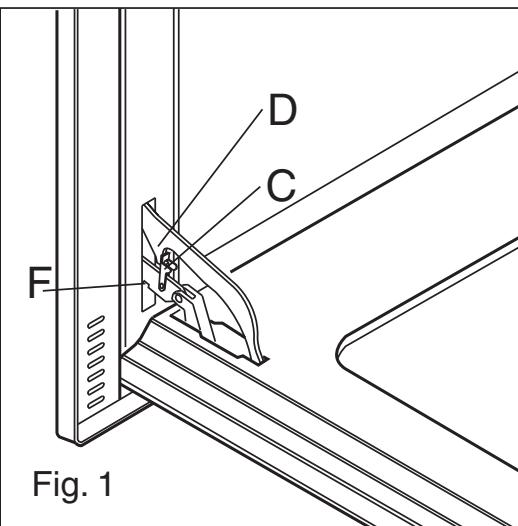

Fig. 1
Om de oven makkelijker goed schoon te maken is het handig om de deur te demonteren, waarbij u zich aan de volgende aanwijzingen moet houden. Doe de verbinding (C) (fig. 1) in het scharniergeudeel (D). Zet de deur in de halfgeopende stand en trek de deur met beide handen naar u toe totdat deze losschiet van de bevestiging. Om de deur weer te monteren moet u in de omgekeerde volgorde handelen en erop letten dat u de twee geleiders (F) er op de juiste manier in doet.
Para facilitar limpezas profundas do forno é prático desmontar a porta seguindo as seguintes instruções : insira o enganche (C) (fig. 1) na dobradiça (D). Coloque a porta na posição semi-aberta e com as duas mão puxe para si a porta até quando a mesma se desenganchar do prendedor. Para remontar a porta efetue a operação no sentido inverso tomando o cuidado de introduzir corretamente as duas guias (F).
För att underlätta vid grovrengöring av ugnen kan det vara praktiskt att nedmontera ugnsluckan. Gör på följande sätt: För in haken (C) (fig. 1) i gångjärnsheten (D). Öppna ugnsluckan till hälften, fatta tag om den med båda händerna och dra den utåt tills den lossar från fästet. När du ska sätta tillbaka ugnsluckan igen upprepar du ovan nämnda anvisningar fast i omvänt ordning. Var noga med att de två styrskenorna (F) sätts i på rätt sätt.